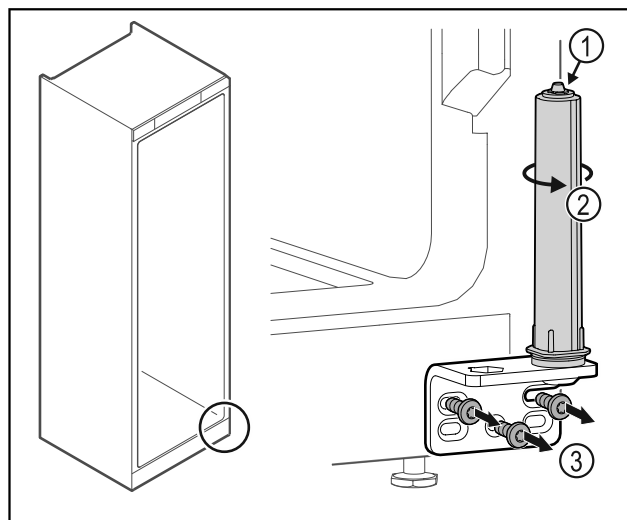

Fig. 53
- ▶ Ne pas désassembler le système de fermeture de la porte Fig. 53 (1).
- ▶ Tourner le système de fermeture Fig. 53 (2) jusqu'à entendre un clic.
- ▶ Dévisser l'équerre de la charnière Fig. 53 (3).